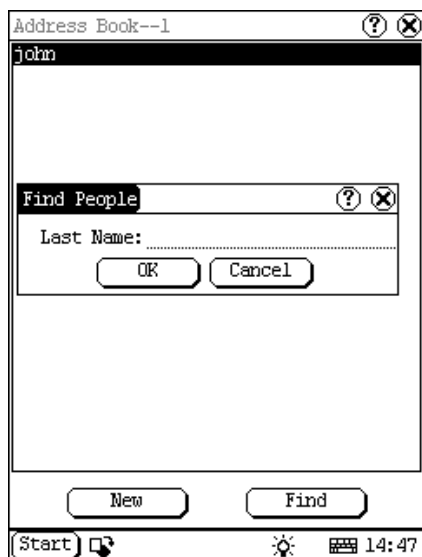

Рисунок 4-22
- 1) В интерфейсе Адресная книга нажмите кнопку [Find] и появится интерфейс Find People. См. рисунок 4-22.